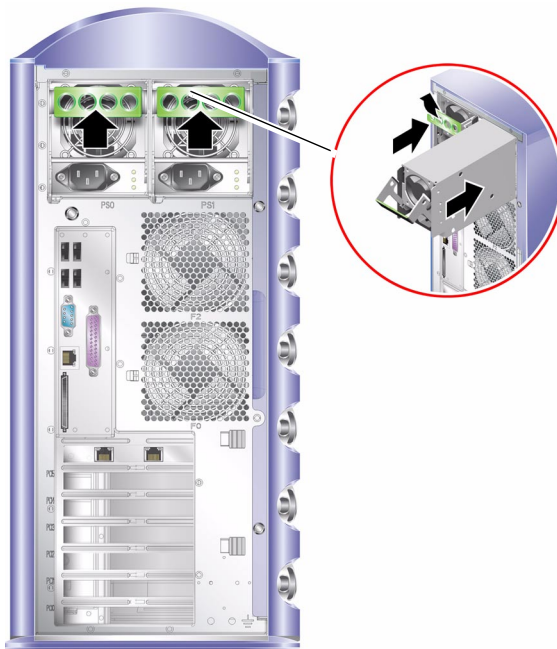

FIGURA 1-9 Sostituzione di un'unità di alimentazione
8. **Spingere la maniglia fino a farla scattare in posizione.** Vedere la FIGURA 1-9.